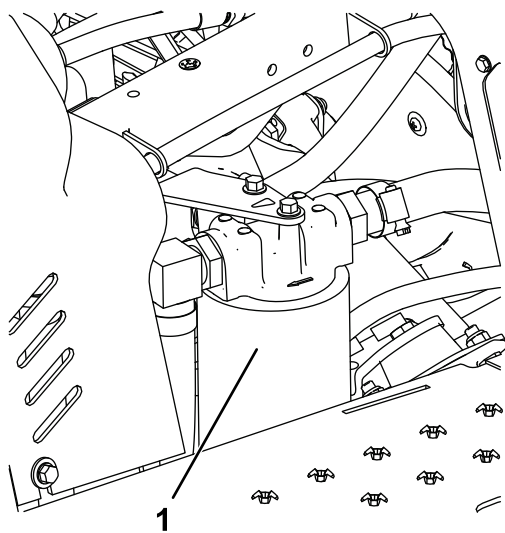

图 42
4. 在位于机器左侧的液压油过滤器下方放置一个放油盘图 42。
7. 安装新液压滤芯通过用手旋转新液压滤芯图 42 直至垫片接触滤头 然后再将滤芯旋转 3/4 圈。